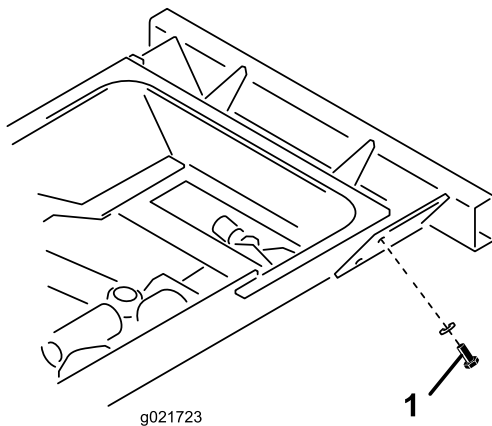

Figura 14
1. Rimuovete il bullone **superiore**, la rondella e il dado che fissano la staffa del paraurti posteriore alla guida sinistra del telaio (Figura 14). Conservate bullone, rondella e dado.